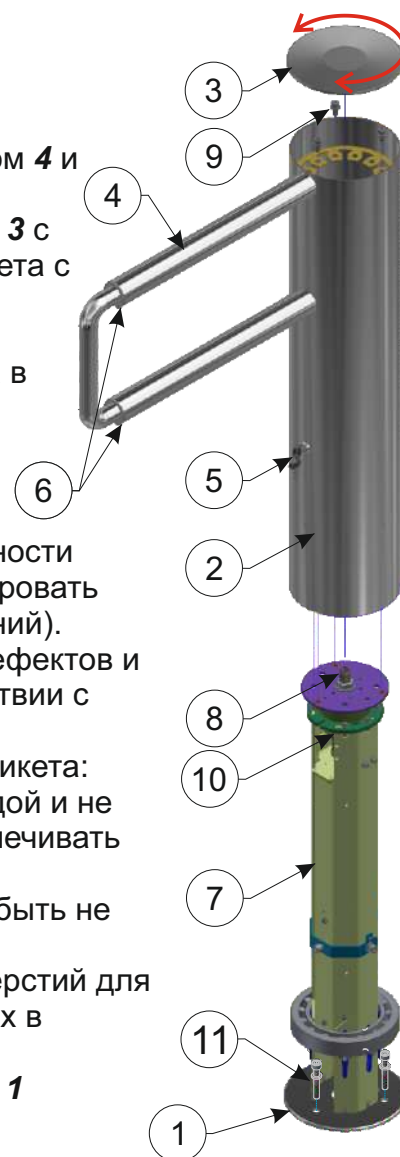

Рис.3 – Монтаж калитки
Калитка турникета состоит из стойки **7** с неподвижным основанием **1** (Рис.3).
- 4) Произвести на поверхности площадки разметку отверстий для крепления турникета в соответствии с рис.3, просверлить их в поверхности и вставить кожухи анкеров.
- Закрепить турникет с помощью имеющихся в комплекте поставки (см.рис.3) анкеров **11** (12x120 M10).